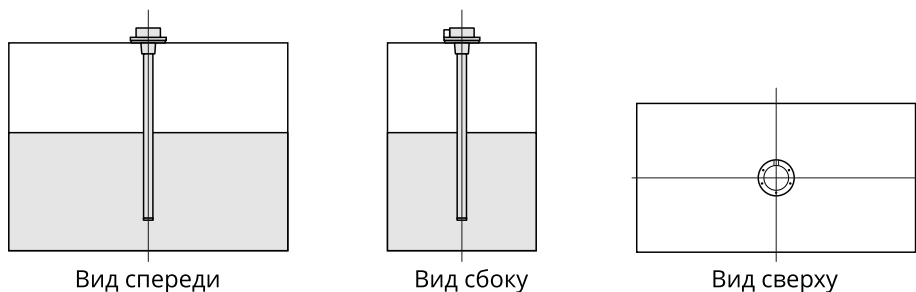

Рис.4. Рекомендованный вариант установки датчика в бак.
- рекомендуется устанавливать датчик максимально близко к центру бака (Рис.4):